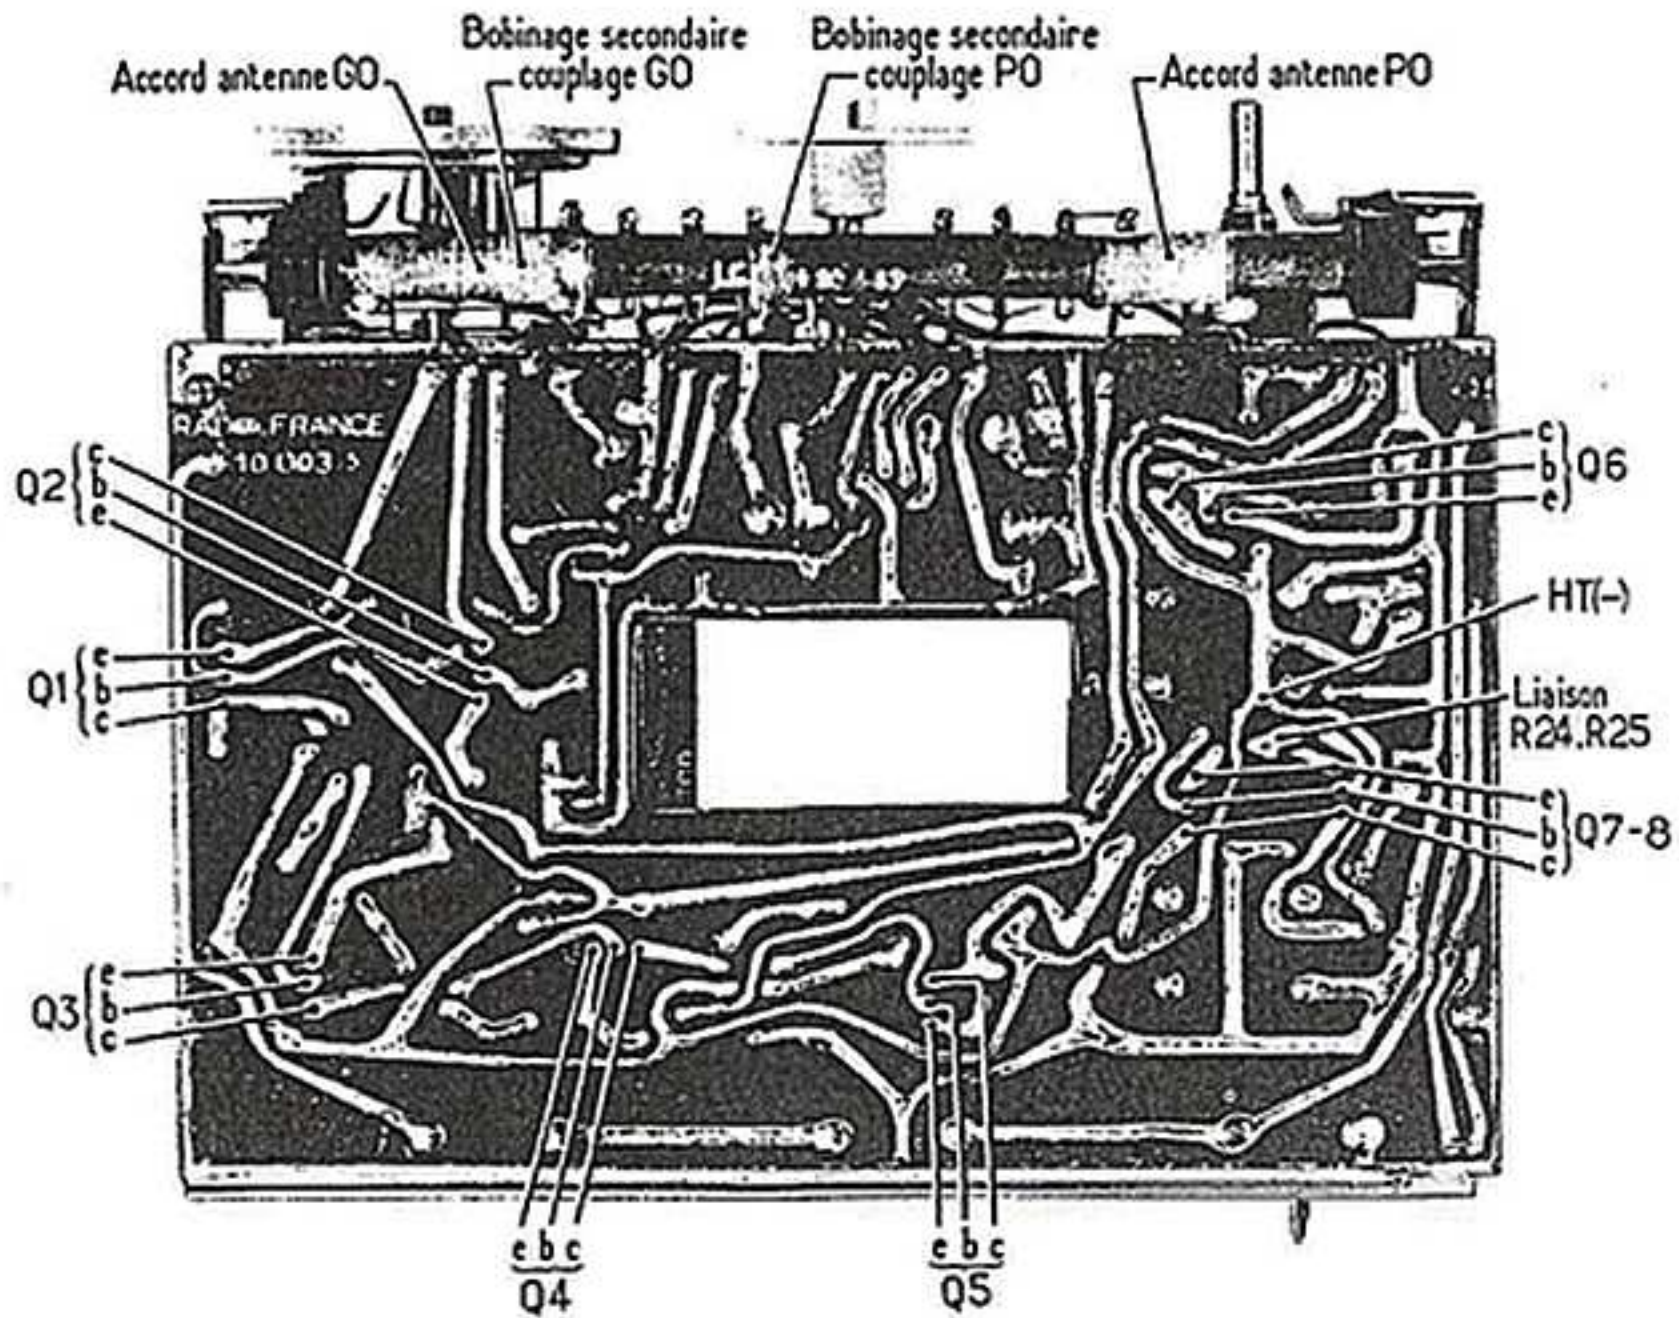

Figure 2
- 4-5 - Un très grand soin doit être pris afin d'éviter un court-circuit entre les connexions des transistors. Ceci est particulièrement vrai pour les transistors de sortie. Par exemple si la jonction R 24 - R 25 devait être accidentellement mise au moins HT pendant quelques secondes, les transistors de sortie seraient définitivement endommagés (Figure 2).
5-2-4 - Mesurer les tensions aux électrodes des Transistors (Figure 2). En l'absence de signal, l'ordre des valeurs à trouver est indiqué dans le tableau ci-dessous.
b) Injecter sur la base du transistor Q5 (détecteur) un signal BF à 400 PS à travers 0,1 mF en série avec 20 K Ohms (Figure 2).
a) Injecter un signal HF de 130 Kc/s modulé 400 PS, taux de modulation 30 % sur la base du transistor Q4 (moyenne fréquence, Figure 2). La tension injectée doit être inférieure à 30 millivolts.
b) Injecter un signal HF de 130 Kc/s modulé 400 PS, 30 % sur la base du transistor Q3 (moyenne fréquence, Figure 2). La tension injectée doit être inférieure à 2 millivolts.